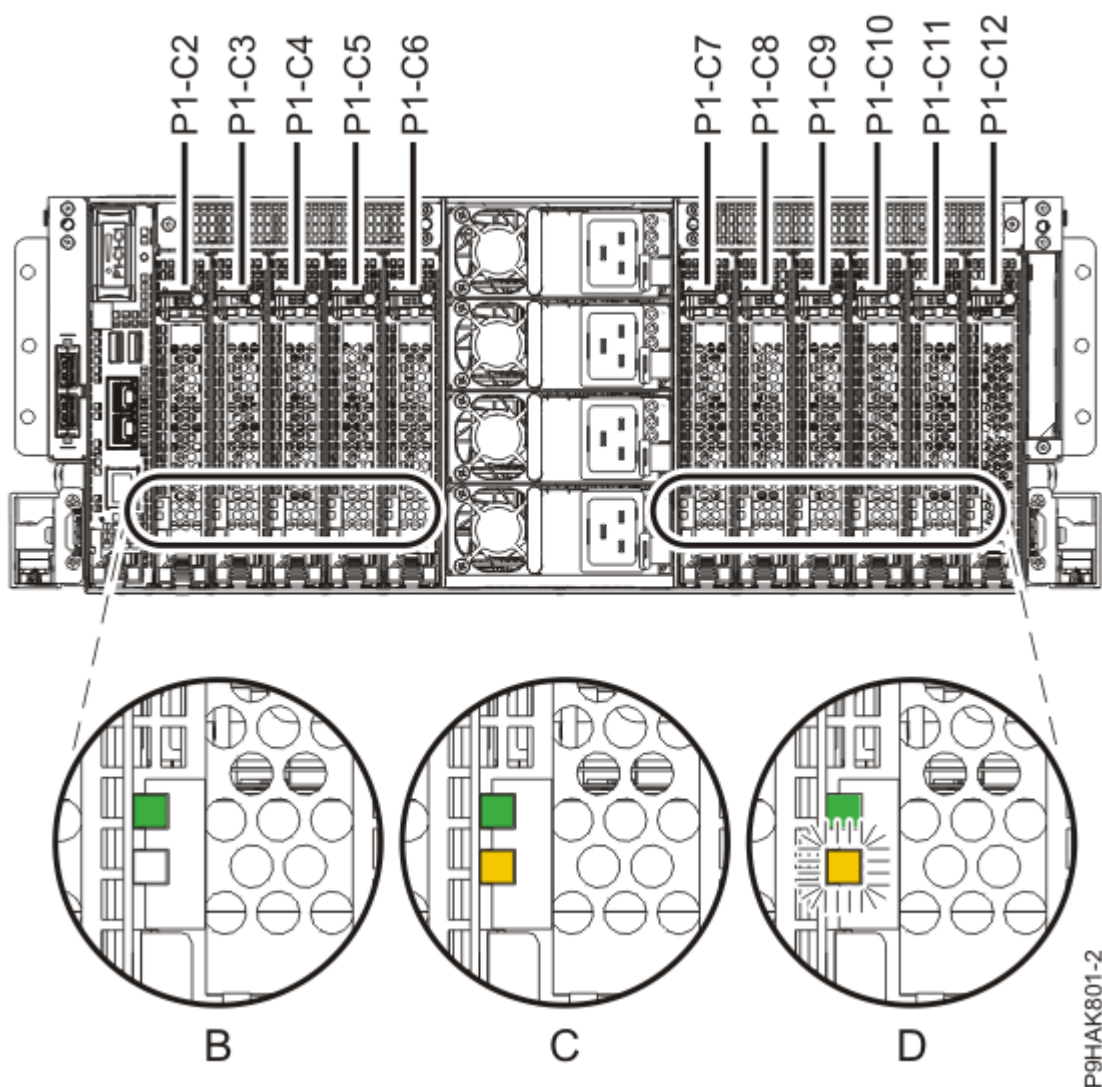

図 26. 9040-MR9 システムのアダプター・スロットと LED の位置
2. アダプター・スロットの位置、および保守するアダプターのサービス・インディケーターの位置を確認します。アダプターは、システムの背面に取り付けられています。39 ページの図 26 は、9040-MR9 システム内のアダプターの位置、およびそのアダプターの発光ダイオード (LED) の位置を示します。